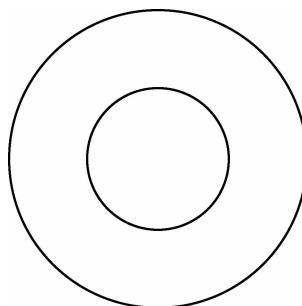

图 5-14 绘制半径为 150 mm 的圆
(2) 使用偏移命令绘制出半径为 150 mm 的圆, 如图 5-14 所示。